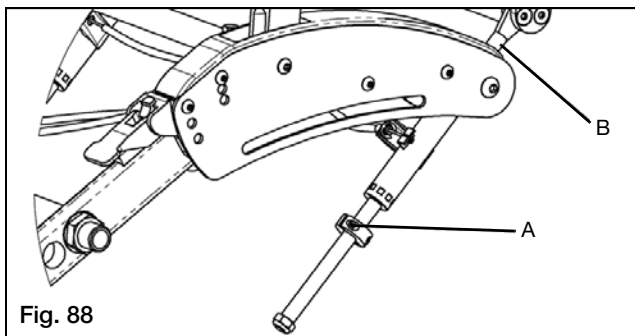

Fig. 88
- Remueva los tornillos de los topes de basculación e instale sobre el mango de la traba mecánica. Vuelva a instalar los tornillos sin ajustarlos (Fig. 88:A). Repita en la traba mecánica opuesta.
- Para limitar la basculación hacia adelante, los topes de basculación pueden ser colocados por encima del cuerpo de la traba mecánica (Fig. 88:B). Cuando obtenga el ángulo deseado, deslice el tope de basculación contra la parte superior del cuerpo de traba mecánica y ajuste.